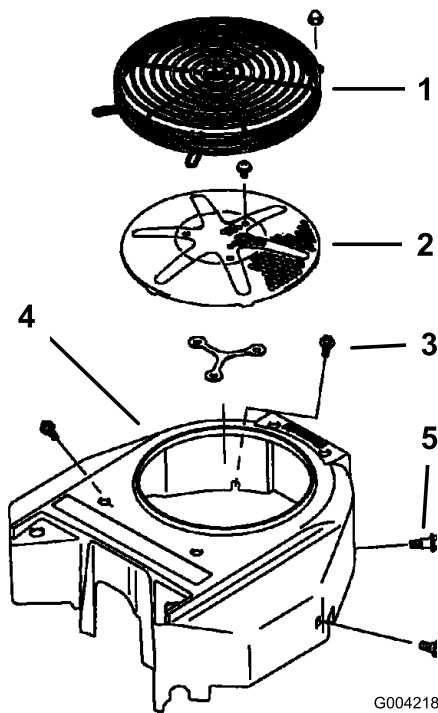

Figura 54
Antes de cada uso, retire cualquier acumulación de hierba, suciedad y otros residuos de la rejilla del motor. Esto ayudará a asegurar una refrigeración adecuada y una velocidad de motor correcta, y reducirá la posibilidad de sobrecalentamiento y daños mecánicos al motor (Figura 54).
3. Retire la rejilla de entrada de aire, el arrancador de retroceso y la carcasa del ventilador (Figura 54).
5. Instale la rejilla de entrada de aire, el arrancador de retroceso y la carcasa del ventilador (Figura 54).